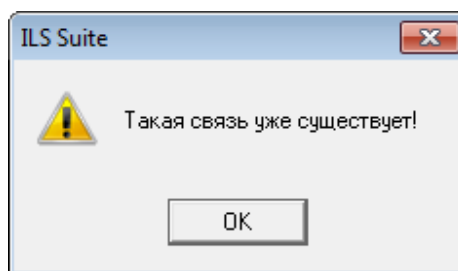

Рис. 13-519 – Информационное сообщение
5) Нажать кнопку «Да» – в результате будет установлена связь между бюллетенем и компонентом (рис. 13-519).